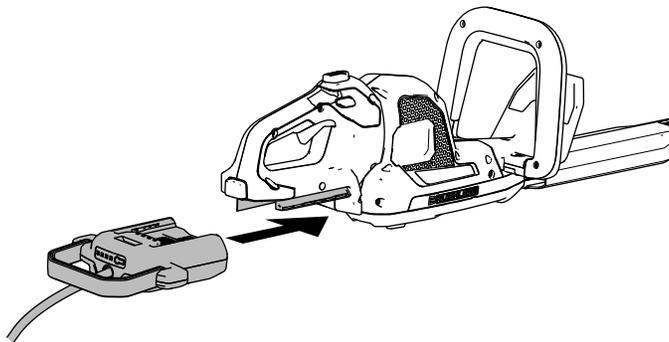

Figure 5
2. Alignez le connecteur de la batterie et insérez-le dans l'outil jusqu'à ce qu'il se verrouille en place, comme montré à la Figure 5.